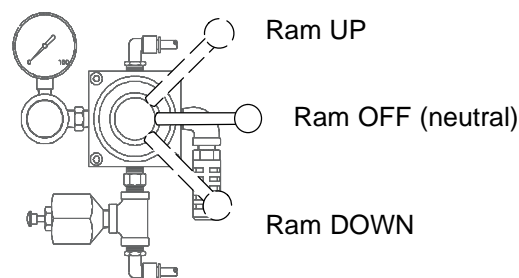

Fig. 3
Håndventilhåndtaget på stødhævertens luftregulering har tre indstillinger (fig. 3):
1. Sæt stødhævertens håndventilhåndtag i stillingen OFF (fig. 3 på side 11). Luk stødhævertens luftregulator og hovedluftreguleringsventil.
2. Sæt håndventilhåndtaget i stillingen UP (fig. 3 på side 11). Åbn hovedluftreguleringsventilen og stødhævertens luftregulator, indtil stødhæverten begynder at bevæge sig opad. Lad hæverten stige til sin maksimale højde.
4. Sæt håndventilhåndtaget ned i stillingen DOWN (fig. 3 på side 11), og sænk stødhæverten, indtil ledsagetallerkenen er lige ved at gå ned i spanden. Sæt derefter håndventilhåndtaget i stillingen OFF. Flyt om nødvendigt spanden, så viskeren ikke rammer spandens læber.
6. Sæt håndventilhåndtaget ned i stillingen DOWN (fig. 3 på side 11), så ledsagetallerkenen sænkes ned i spanden. Stands, når al luft er presset ud, og der kommer væske ud af ventilationsåbningen.
8. Indstil lufttrykket til stødhæverten til 4 bar. Sæt stødhævertens håndventilhåndtag i stillingen DOWN (fig. 3 på side 11).
1. Sæt stødhævertens håndventilhåndtag i stillingen DOWN (fig. 3 på side 11).
1. Sæt stødhævertens håndventilhåndtag i stillingen OFF (fig. 3 på side 11). Luk for lufttilførslen til stødhæverten og pumpen.
1. For at forhindre at stødhæverten bevæger sig, skal dens håndventilhåndtag (fig. 3 på side 11) sættes i stillingen OFF.